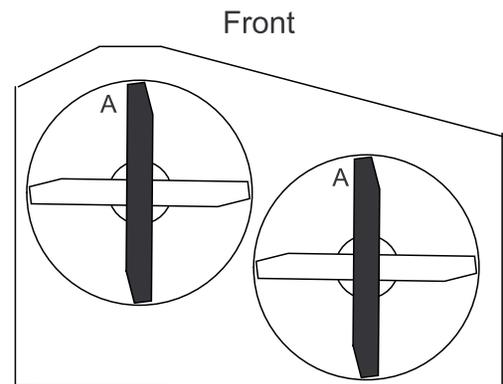

Figura 50
3. Gire las cuchillas hasta que los extremos estén orientados hacia adelante y hacia atrás. Mida desde una superficie nivelada hasta el filo de corte, posición A, de las cuchillas (Figura 50).